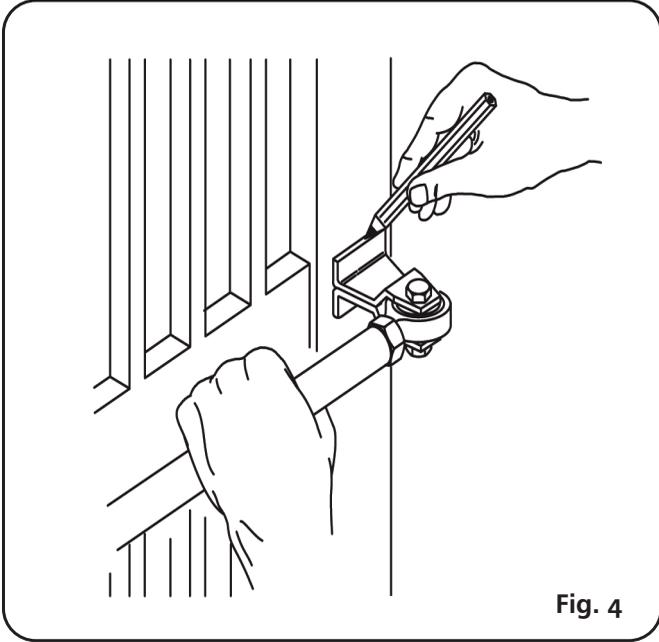

Fig. 4
- G) Monte el empalme anterior en el vástago (fig. 4).
- H) Cierre la hoja de la cancela y, manteniendo el operador perfectamente horizontal, halle en la hoja la posición del empalme anterior (fig. 4).